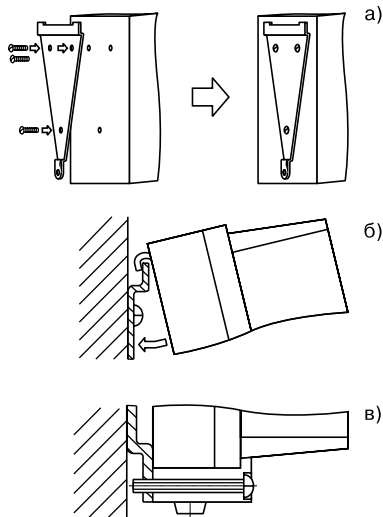

Рис. 7
1. Закрепить кронштейн тремя винтами М4 на поверхности, предназначенной для установки прибора (см. *прил. А* и **рис. 7, а**).
2. Зацепить крепежный уголок на задней стенке прибора за верхнюю кромку кронштейна (**рис. 7, б**).
3. Прикрепить прибор к кронштейну винтом М4 x 35 из комплекта поставки (**рис. 7, в**).